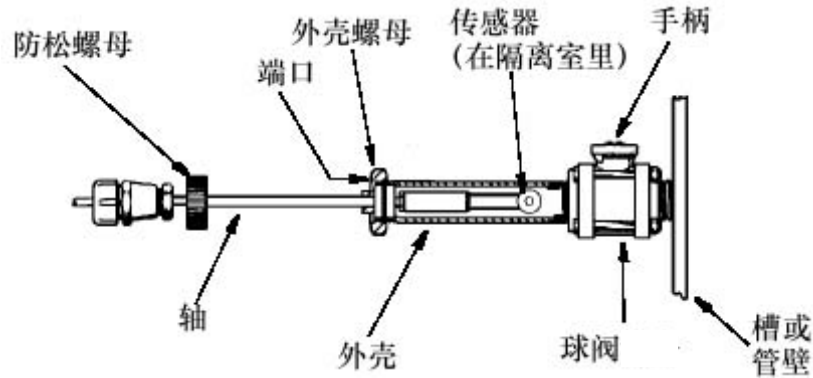

图 8. 球阀轴拆除
当球阀处于打开状态并且过程管线或储槽充满液体并带压力时，不要松开外壳螺母（见图 8）。否则可能会导致严重的人身伤害。
2. 将传感器插到球阀隔离室内（见图 8）。
3. 将球阀顶部的手柄（见图 8）转到关闭位置（根据手柄上箭头的指示）。